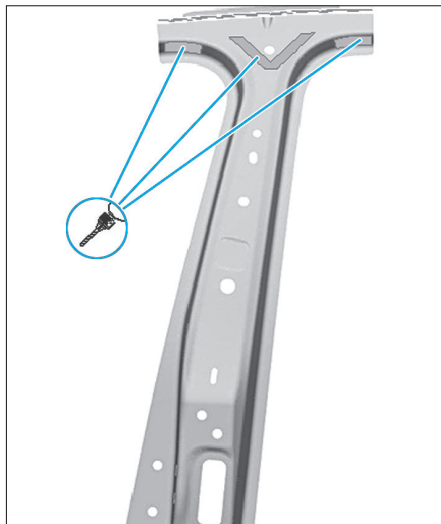

FIG. 80
- Reporter la ligne de coupe sur le renfort de montant B et procéder au découpage (Fig.80).